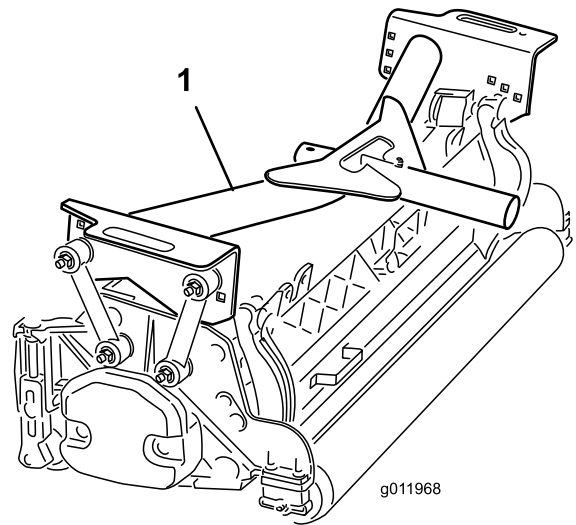

Figure 16
- Placez un bâti porteur avant (Figure 16) sur chaque plateau de coupe avant.